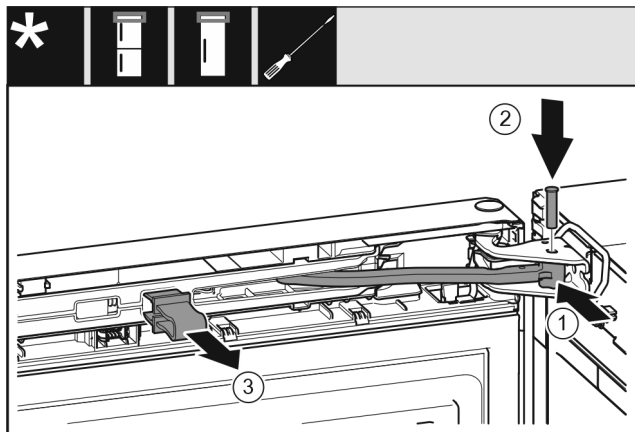

Fig. 25
- ▶ Rotiți articulația în suportul de lagăr. Fig. 25 (1)
- ▶ Introduceți bolțul în suportul de lagăr și articulație. Urmăriți ca respectiva camă de cuplare să fie așezată corect în canelură. Fig. 25 (2)
- ▶ Detașați siguranța. Fig. 25 (3)